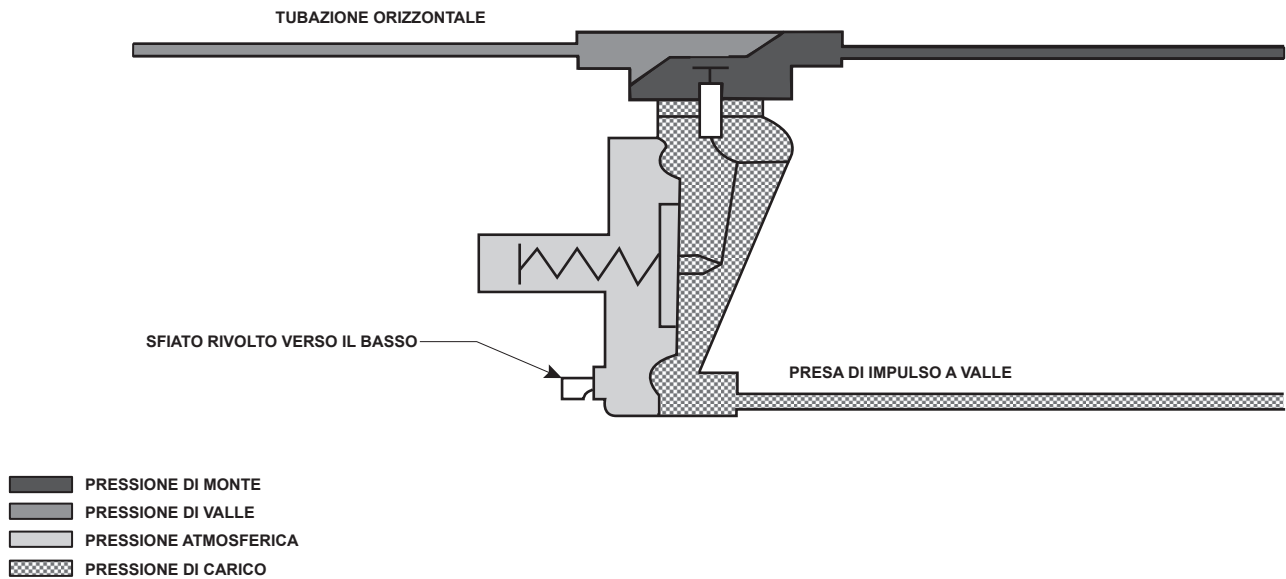

Figura 3. Drenaggio coperchio attuatore Tipo T205B
2. Il regolatore può essere installato in qualsiasi posizione purché il flusso attraverso il corpo segua la direzione indicata dalla freccia sul corpo. Per un corretto funzionamento al fine di ottenere le portate pubblicate in condizioni di valori di taratura bassi, lo sfiato del coperchio molla deve essere rivolto verso il basso, come indicato nella Figura 1. Per un drenaggio completo dell'attuatore, il regolatore deve essere installato come indicato nella Figura 3. Se è richiesto un funzionamento continuo del sistema durante l'ispezione o la manutenzione, installare una valvola di bypass a tre vie attorno al regolatore.